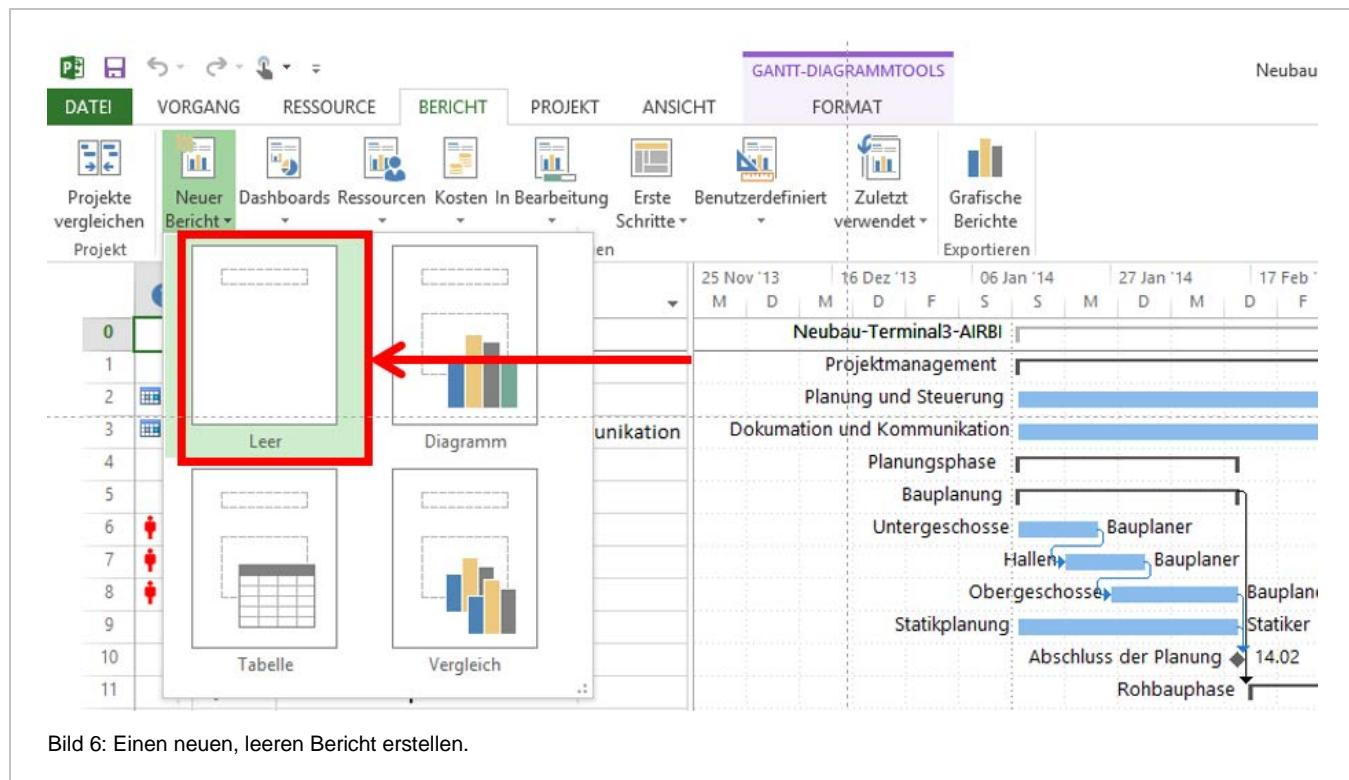

Bild 6: Einen neuen, leeren Bericht erstellen.
- Wählen Sie die Vorlage *Leer* (Bild 6), geben Sie in das Dialogfeld einen Namen für den Bericht ein (hier: "Planung AIRBI-Terminal 3") und schließen Sie den Dialog mit *OK* ab. Unter dem eingegebenen Namen kann der Bericht später wieder aufgerufen werden.